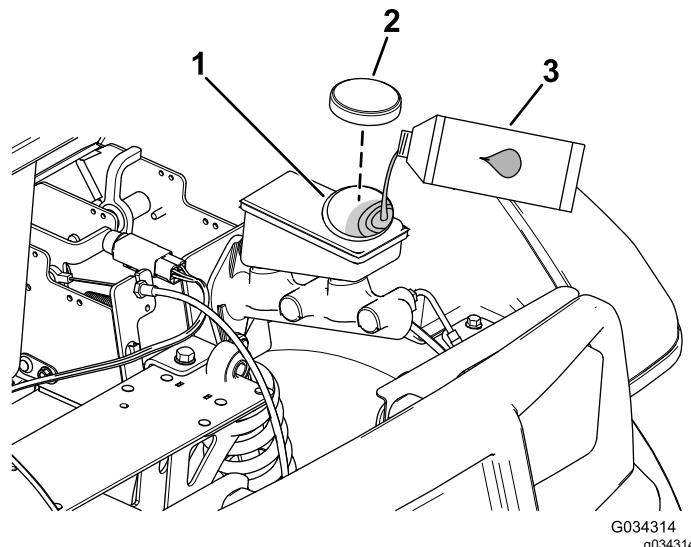

Figure 51
2. Soulevez le capot pour accéder au maître-cylindre de frein et au réservoir (Figure 51).
- Nettoyez la surface autour du bouchon du réservoir et enlevez le bouchon (Figure 51).
- Remettez le bouchon du réservoir (Figure 51).